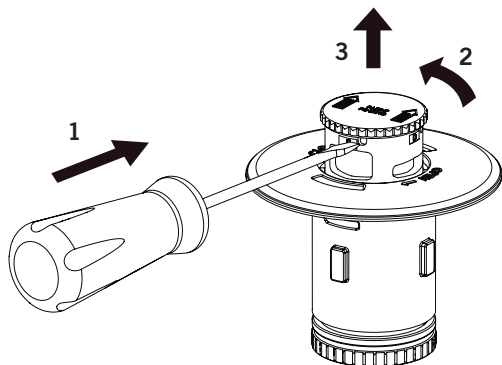
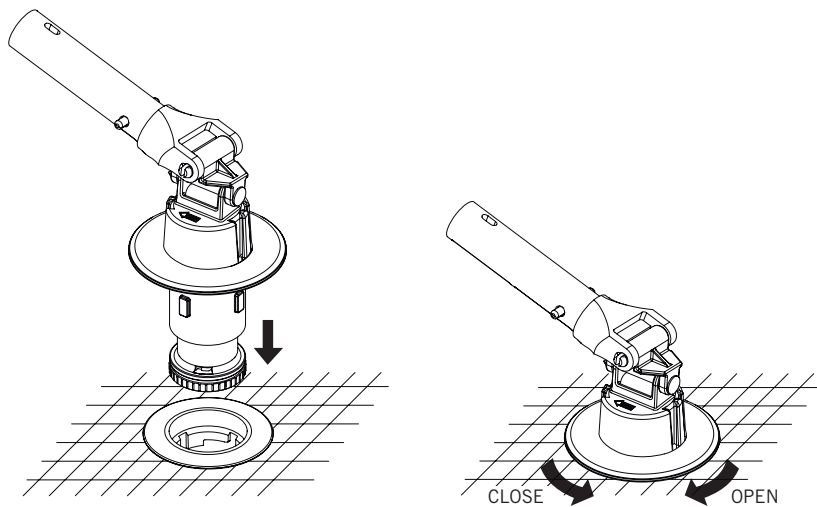

Fig. 3
Fig. 4
- Apretar el pasador de seguridad situado a la parte superior del cuerpo móvil con la ayuda de un objeto punzante, al mismo tiempo girar el tapón salida hacia la izquierda "OPEN" y estirar hacia arriba (Fig. 3).
- Volver a montar el interior boquilla en el cuerpo alojamiento mediante un giro a izquierda "CLOSE" (Fig. 4).
En caso que la boquilla no se elevara o viceversa por suciedad, sacar el interior boquilla de la boquilla (modo inverso a la Fig. 4) y también el tapón salida (Fig. 3), y limpiar bien la parte interior del cuerpo guía.
Inserire gli elementi interni della bocchetta nei rispettivi corpi mediante una rotazione in senso antiorario "CLOSE" con l'ausilio della chiave fornita in dotazione. (Fig. 4).
- Togliere il gruppo interno se si trova nel corpo alloggiamento, girando con la chiave verso destra "OPEN" (Fig. 4).
- Stringere il perno di sicurezza situato nella parte superiore del corpo mobile, con l'aiuto di un oggetto appuntito, contemporaneamente girare il tappo di uscita verso sinistra "OPEN" e tirare verso l'alto (Fig. 3).
- Montare nuovamente il gruppo interno nel corpo alloggiamento con un giro verso sinistra "CLOSE" (Fig. 4).
Nel caso che la bocchetta non si elevasse, o viceversa, a causa della sporcizia accumulata, togliere il gruppo interno della bocchetta (procedimento inverso a quello della Fig. 4) ed anche il tappo di uscita (Fig. 3) e, pulire bene la parte interna del corpo guida.
Die Düseninnenteile durch Drehung gegen den Uhrzeigersinn "CLOSE" und mithilfe des der Verpackung beiliegenden Schlüssels einsetzen (Fig. 4).
- Falls sich das Innenteil im Aufnahmekörper befindet, wird es durch eine Rechtsdrehung "OPEN" mit dem Schlüssel (Abb. 4) herausgenommen.
- Der Sicherheitsschieber, der sich am oberen Teil der beweglichen Körpers befindet, wird mit Hilfe eines spitzen Gegenstandes angedrückt, wobei gleichzeitig der Austrittsdeckel nach links gedreht "OPEN" und nach oben gezogen wird (Abb. 3).
- Der Innenteil wird wieder durch eine Linksdrehung "CLOSE" in den Aufnahmekörper eingesetzt. (Abb. 4).
Falls sich die Düse durch Schmutz nicht hochstellt oder wieder herabsenkt, muß das Innenteil der Düse (In umgekehrter Reihenfolge als in der Abb. 4 angegeben) und auch der Austrittsdeckel herausgenommen (Abb. 3) und das Innenteil des Führungskörpers gut gesäubert werden.
Introduzir as boquilhas interiores dentro dos corpos com uma rotação no sentido contrário ao dos ponteiros do relógio "CLOSE", com a ajuda da chave incluída na embalagem (Fig. 4).
- Retire o conjunto interior, se o mesmo se encontrar no corpo alojamento, realizando um giro para a direita "OPEN" com a chave (Fig. 4).
- Aperte o passador de segurança situado na parte superior do corpo móvel, com a ajuda de um objecto pontiagudo, gire ao mesmo tempo o tampão saída para a esquerda "OPEN" e puxe-o para cima (Fig. 3).
- Monte novamente o conjunto interior no corpo alojamento mediante um giro para a esquerda "CLOSE" (Fig. 4).
Se a boquilha não subir ou não descer devido à sujidade, retire o conjunto interior da boquilha (modo inverso à Fig. 4) e também o tampão saída (Fig. 3), e limpe bem a parte interior do corpo guia.